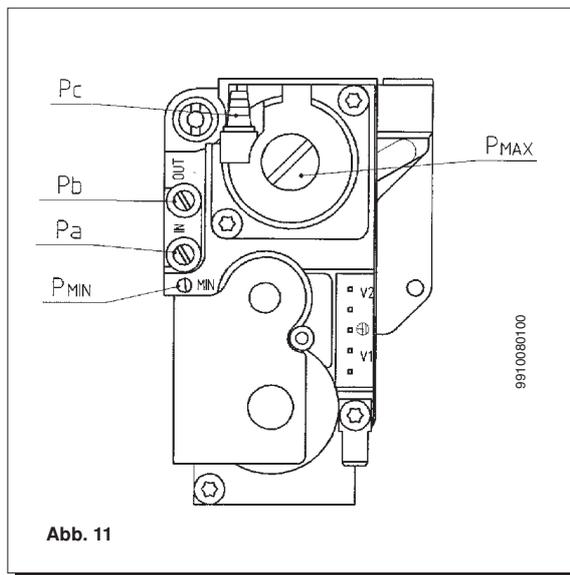

Abb. 11
- * Die Positiv-Druckmessvorrichtung eines Manometers, möglichst eines Wassermanometers, an den Düsendruckmeßstutzen (Pb) des Gasventils (Abb. 11) anschließen
- * den Gashahn öffnen und den Drehknopf (1) so drehen, daß der Heizkessel auf Winter (☄) gestellt ist;
- * den Deckel am Gasventil abnehmen und die auf Abbildung 11 dargestellte Stellschraube des Druckreglers (Pmax) verstellen bis die in Tabelle 1 angegebenen Werte erreicht sind;
- * überprüfen, ob der beim Anschlußdruckmeßstutzen (Pa) des Gasventils (Abb. 11) gemessene dynamische Förderdruck des Heizkessels korrekt ist (50 Millibar bei Flüssiggas oder 20 Millibar bei Erdgas);
- * Den Betriebsartenschalter Sommer/Winter (1) auf (0) stellen;
- * Den Betriebsartenschalter (1) auf Winter stellen und sicherstellen, dass Wärme angefordert wird;
- * Die Stellschraube (Pmin) des Gasventils (Abbildung 11) verstellen, bis der Druckwert erreicht ist, der der reduzierten Leistung entspricht (Tabelle 1). Dieser Vorgang muss innerhalb 25 Sekunden durchgeführt werden, nach Ablauf dieser Zeit nimmt die Therme wieder den normalen Betrieb auf.